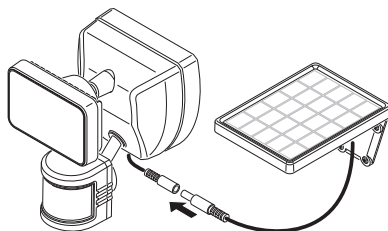

Figure 6
3. Acheminer soigneusement le câble du panneau solaire à l'appareil d'éclairage. Branchez le câble du panneau solaire dans la prise qui sort du bas du luminaire (voir la Figure 6).